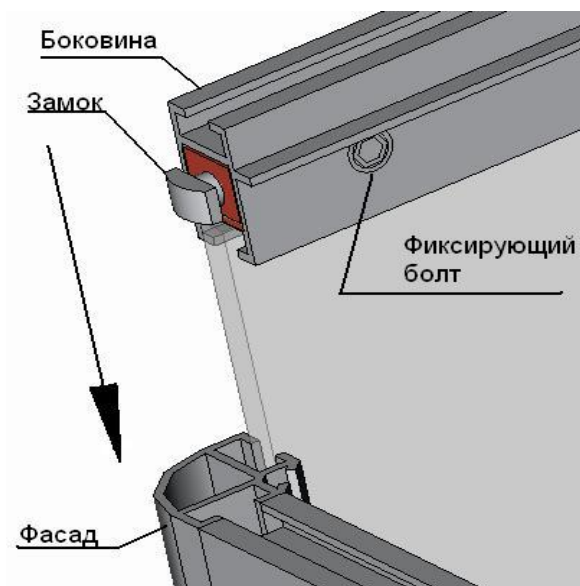

Рисунок 2
- д) элементы экрана зафиксировать с помощью болтом (рисунок 2);